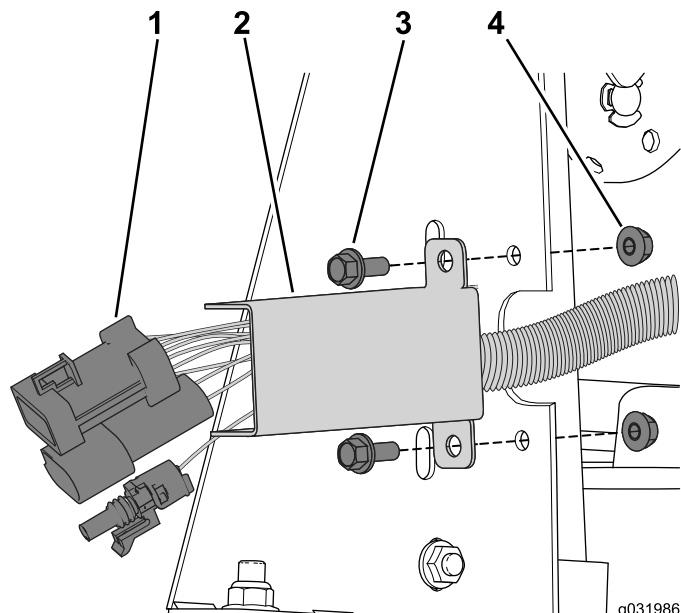

図 57
2. ハーネスを切り取り部に止めつけるフランジヘッドボルト2本とロックナットを使って配線カバーをサイドフレームに固定する 図 57。